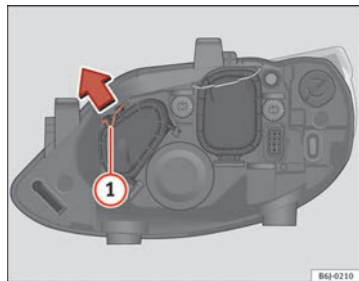

Abb. 144 Fernlicht
- Verschieben Sie die Strebe ① in Pfeilrichtung und nehmen Sie den Deckel ab ⇒ Abb. 144.